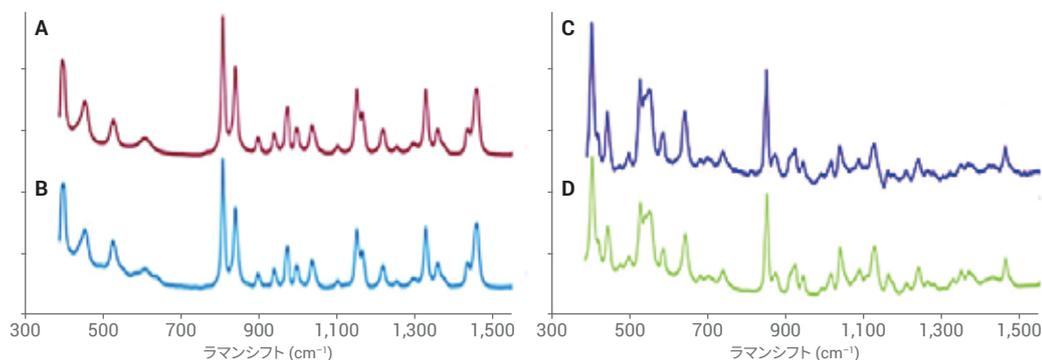

図 1. A) 内部にスクロースがない状態の白色 PP 容器ごしに得られた従来のラマンスペクトル、B) スクロースあり、C) 同じ白色 PP 容器ごしに得られた SORS スペクトル、t = 8 s、D) スクロースの参照スペクトル
空間オフセット型ラマン分光 (SORS) はラマン分光分析から派生した手法で、不透明パッケージの内容物に対する高品質のラマンスペクトルを数秒間で測定することにより、効果的で非破壊的な原料同定が可能になります。図 1 は、厚さ 1.5 mm のポリプロピレン (PP) ポットごしのスクロースの SORS による測定結果を示しています。パッケージの不透明性と蛍光性により、従来のラマン機器での分析は困難です。SORS は、数 mm の不透明プラスチック、多層紙袋、または数 mm の色付きガラスごしに高品質のスペクトルを生成し、別の手法では不可能である確実な同定を実施できます (図 1A および B を参照)。図 1C の SORS スペクトルは、図 1D に示されている糖の参照スペクトルと明確に一致しています。